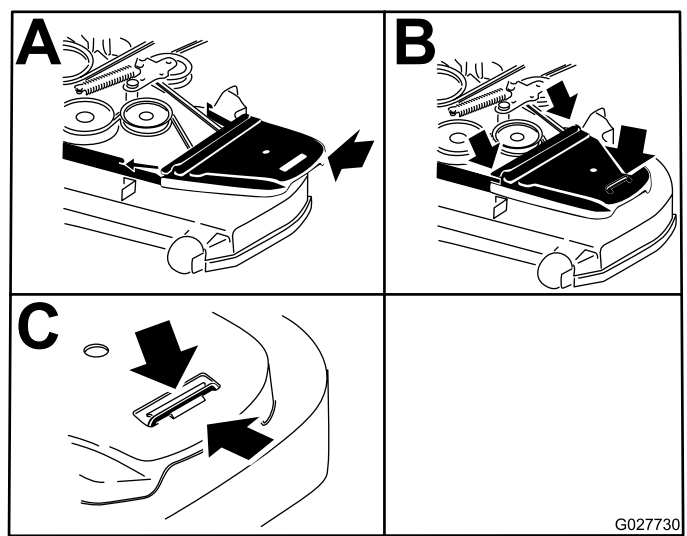

Figure 79
12. Posez les couvercles de courroie (Figure 79).